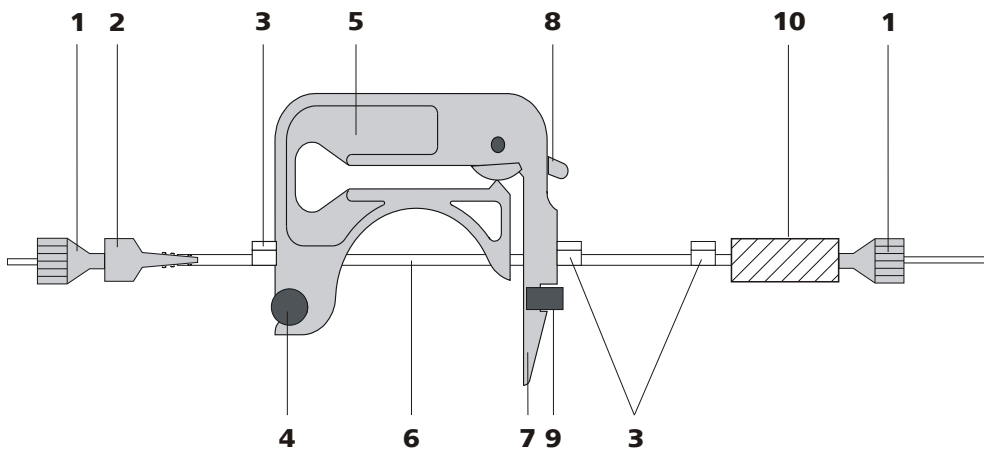

Figura 24 Peças e conexões da bomba peristáltica
- Inserir o tubo da bomba nos cassetes de tubo (ver figura 24, página 46). Os retentores (24-3) devem ser encaixados no respectivo dispositivo de fixação do cassete de tubo.